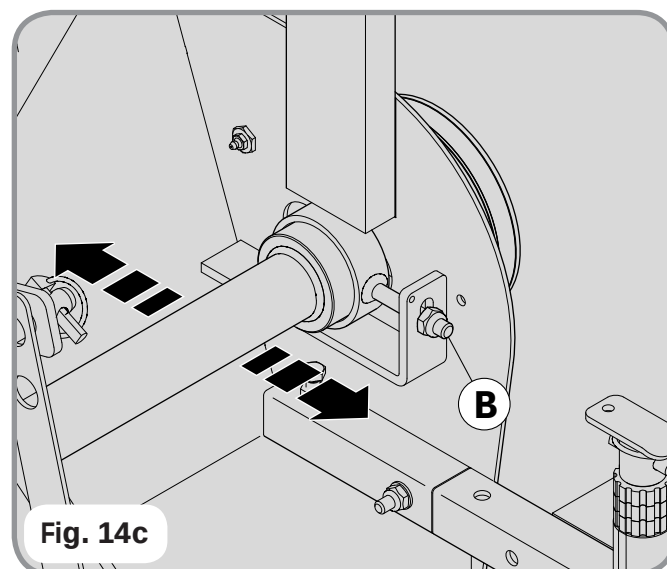

Fig. 14c
2- Move the tie-rod by acting on the nut (**B**) (**fig. 14c**), up to reaching the correct belts tightening.
2- Spostare il tirante agendo sul dado (**B**) (**fig. 14c**), fino ad ottenere una corretta tensione delle cinghie.
- 2- Spostare il tirante agendo sul dado (B) (fig. 14c), fino ad ottenere una corretta tensione delle cinghie.